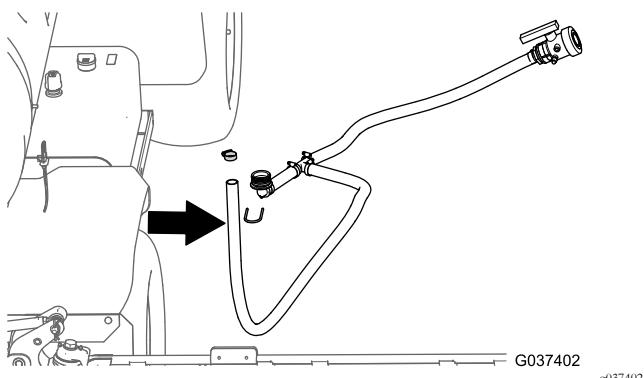

Figura 30
- Retire os tubos de distribuição e drenagem da máquina (Figura 30).